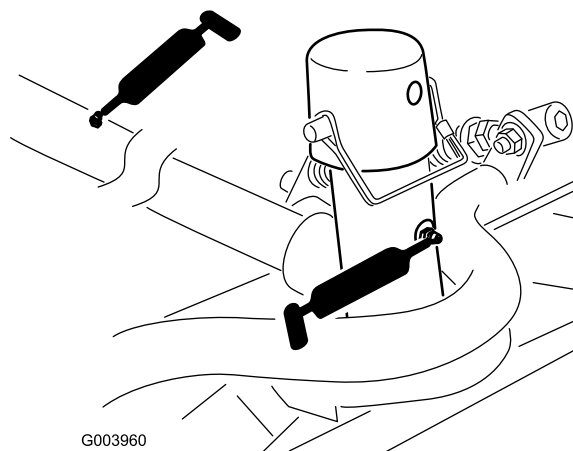

Рисунок 49
- Несущая рама и ось поворота режущего блока (по 2 шт.) (Рисунок 49)